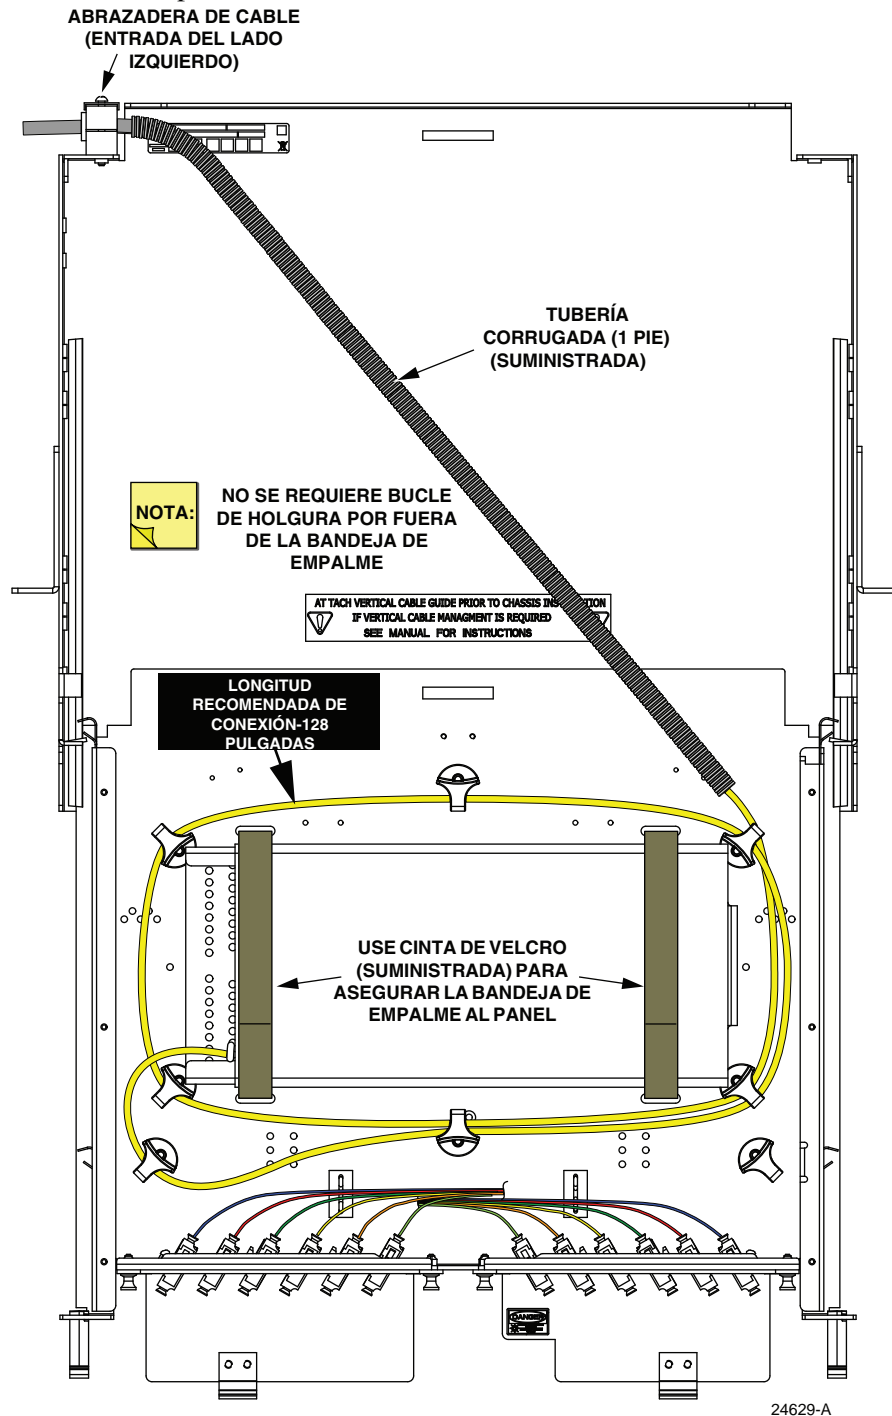

Figura 20. Enrutar el cable OSP, entrada del lado izquierdo
Para la entrada de cable del lado izquierdo, enrute el cable OSP desde la posición de la abrazadera de cable a la bandeja de empalme como se muestra en la Figura 20. “Izquierdo” se define aquí desde el frente del panel.
► **Nota:** Para la ubicación de la cinta de Velcro, consulte la Figura 20 de la página anterior.